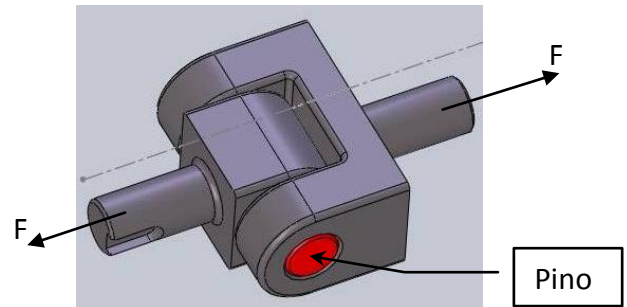

Figura 5 – Junta articulada
1. A junta articulada da figura 5 foi construída com ferro fundido comum que possui 650 MPa de resistência à compressão e 150 MPa de resistência à tração. Para unir as